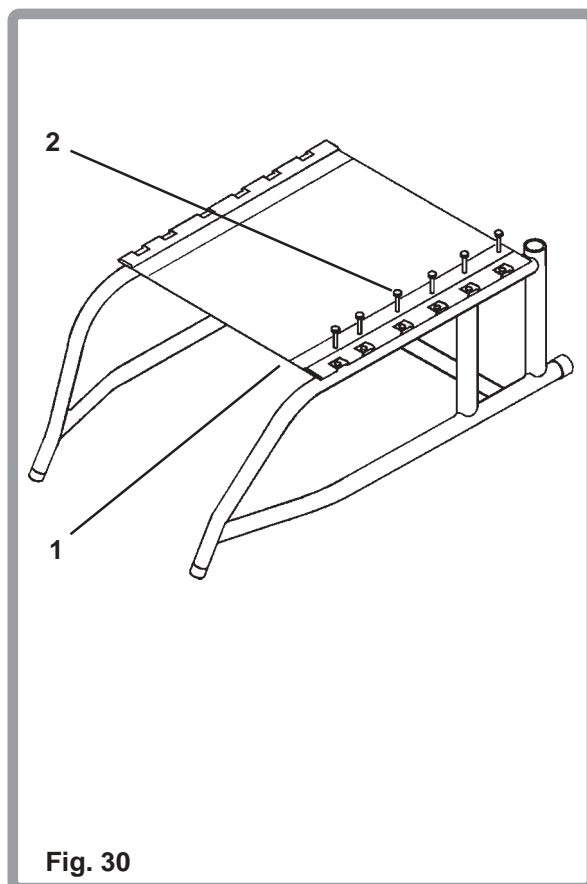

Fig. 30
La toile d'assise peut être retendue en utilisant des panneaux Velcro® (1) sous le siège (Fig. 30). Retirer les vis cruciformes n° 2 (2) retenant le côté gauche de l'assise avec un tournevis approprié, réajuster le Velcro® pour tendre correctement la toile d'assise. Replacer les vis et serrer. Serrer jusqu'à 5-8Nm.
Les fourches de roulette à deux trous (Fig. 32) vous permettent d'interchanger les roulettes de 125 mm, 200 mm et 150 mm et de régler la hauteur du siège (Fig. 30). Pour effectuer le réglage, retirer le boulon d'axe (1) et l'écrou (2) avec des clefs de 13 mm et retirer la roulette (3). Changer la dimension de la roulette et / ou placer la roulette vers le haut ou vers le bas dans les trous pré-perçés souhaités (4) éloignés de 25 mm l'un de l'autre sur la fourche (5). Replacer le boulon et serrer à 27Nm.